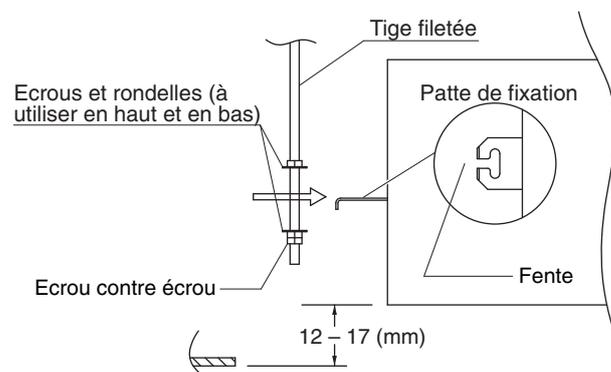

Fig. 3-36
- (3) Passez les 3 écrous hexagonaux et les 2 rondelles (fourniture chantier) sur chacune des 4 tiges filetées comme illustré sur la figure 3-36. Utilisez 1 écrou et 1 rondelle pour la partie supérieure et 2 écrous et 1 rondelle pour la partie inférieure afin que l'unité ne se décroche pas des pattes de fixation.
- (4) Procédez au réglage de manière à ce que la distance entre l'unité et la partie inférieure du plafond soit comprise entre 12 et 17 mm. Serrez les écrous sur les parties supérieure et inférieure de la patte de fixation.
- (5) Retirez le polyéthylène qui protège les pièces du ventilateur pendant le transport.